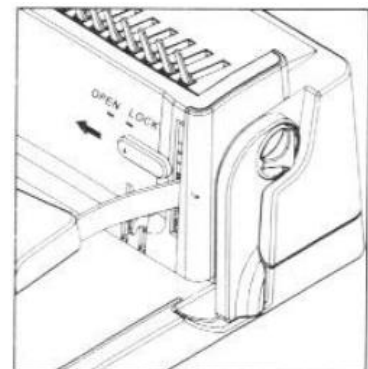

BILD 1
- Beim Auspacken stellen Sie fest, dass der Hebel für Binden in der unteren Position eingerastet ist. Vor dem Stanzen ist nötig den Hebel frei zu machen. (Sperre nach links drehen, siehe Bild 1)